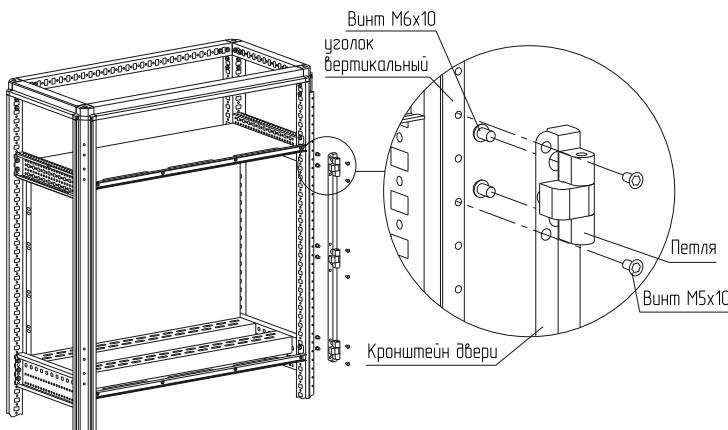

Рисунок 54
4.28.4 Закрепите петли к кронштейну двери винтами M6×10, момент затяжки – 7 Н·м, и закрепите кронштейн к уголку дверей частичных винтами M5×10, момент затяжки – 2 Н·м. (рисунок 54).